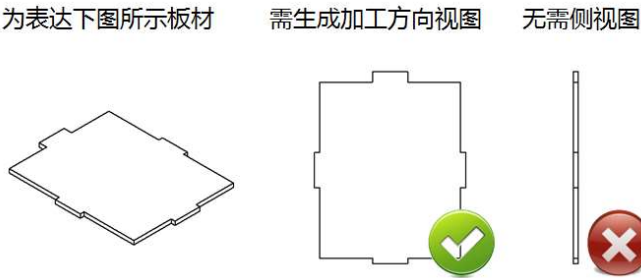

图 3-5 板材加工图视图选择
- 5. 由于全部零件厚度一致，各零件**仅需表达切割尺寸的一个视图**，如图 3-5。